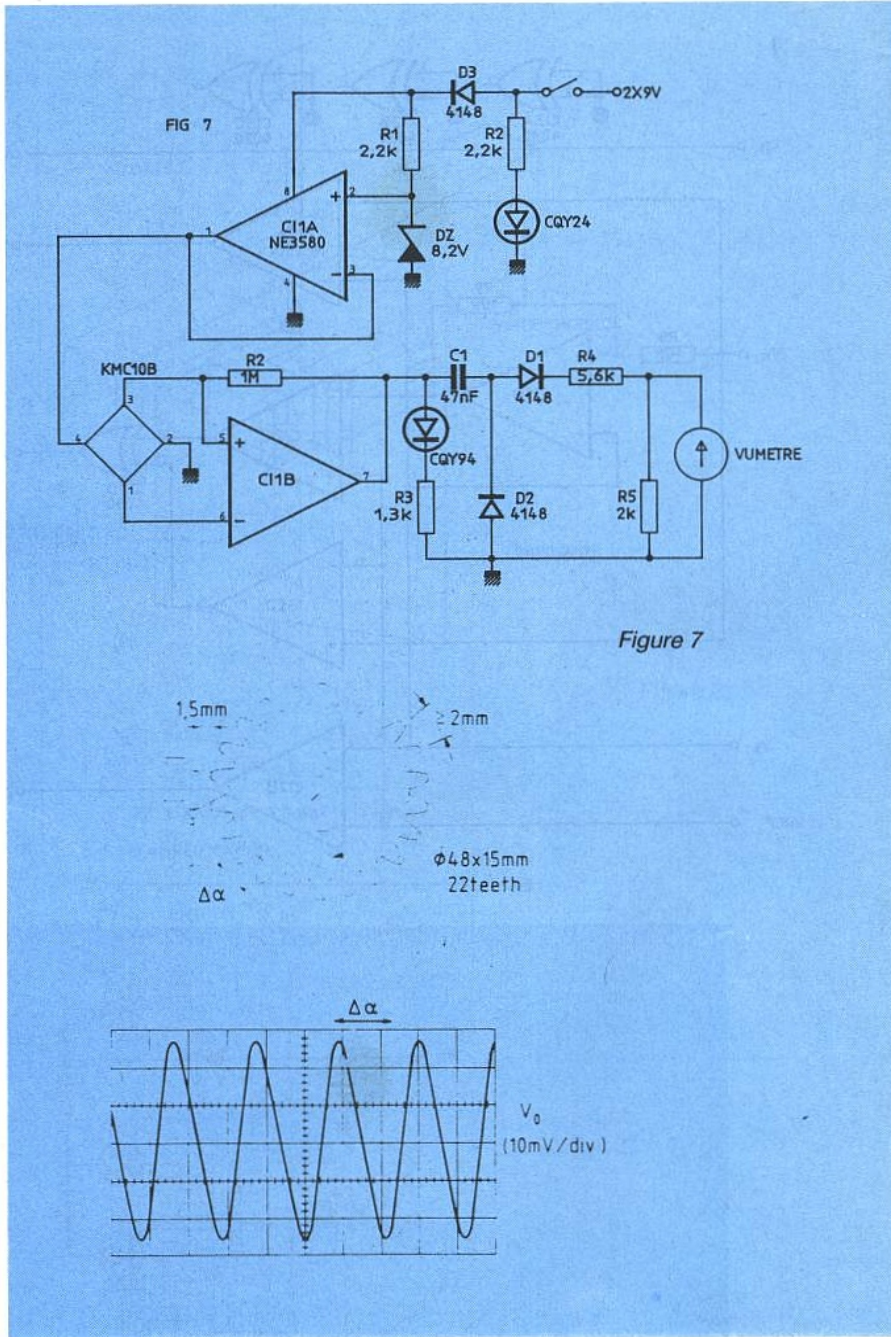

Figure 7
Les schémas sont donnés aux figures 7, 8 et 9.
1) avec un schéma très dépouillé et un vu-mètre, **figure 7**.